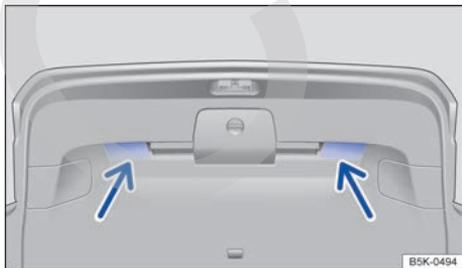

Fig. 62 Portón del maletero abierto: cavidades para tirar hacia abajo.
- Agarre el portón del maletero por una de las cavidades de su guarnecido interior → **fig. 62** (flechas).